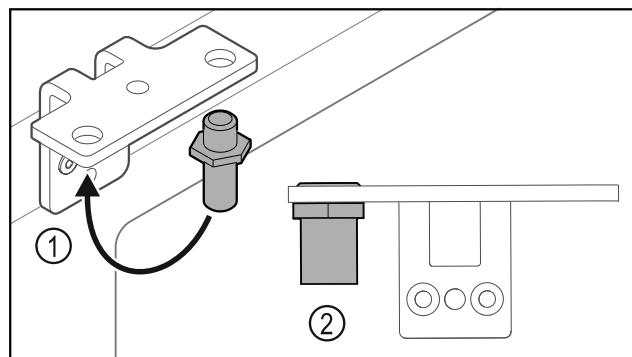

Fig. 30
- Перемістити палець Fig. 30 (1) у шарнірному кутику.
- Затягнути палець Fig. 30 (2) з **обертальним моментом 12 Нм.**